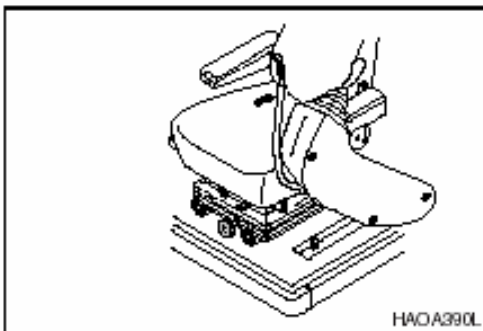

Figura 27
1. Tire de la palanca de seguridad hacia arriba (Figura 27) para poder elevar la consola de control izquierda y bloquearla. Al elevar la palanca de seguridad, confirme que ha quedado perfectamente enclavada. En esta posición, el accesorio frontal no podrá girar ni desplazarse aunque se mueva alguna de las palancas de mando.